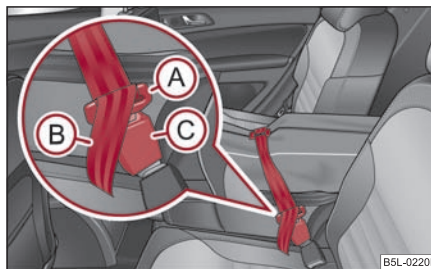

Fig. 134 Siguranța sacului din butucul centurii banchetei din mijloc
- Introduceți elementele de prindere (A) în butucii de fixare ai centurii de siguranță din mijloc spate (C), mai întâi pe o parte, apoi pe cealaltă ⇒ pagina 104, fig. 134.
- Trageți de capătul liber al centurii de siguranță (B).